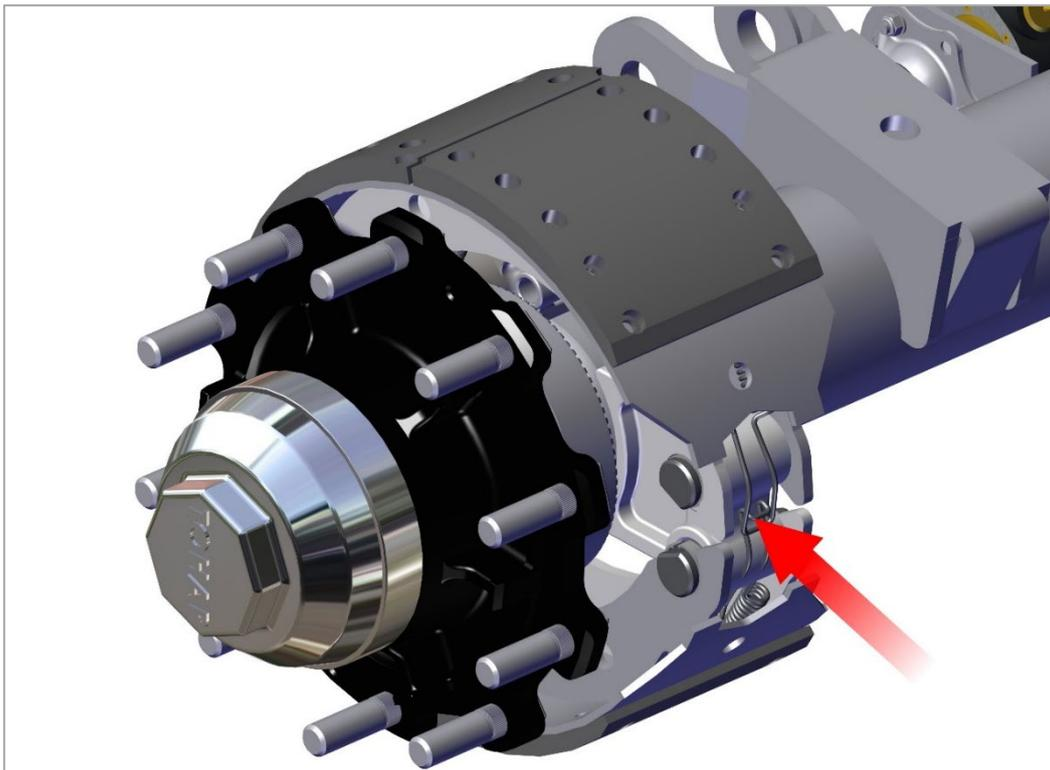

Рис. 15. Зажим пружины
3) Используя отвёртку, освободите зажим пружины из тормозной колодки. Снимите зажим пружины (рис. 15);